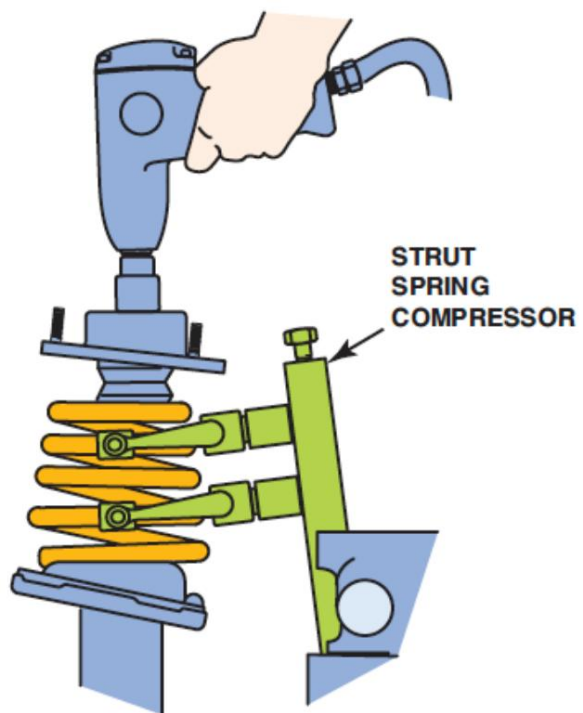

Figura 22. Después de comprimir el resorte, retire la tuerca central.
4. Coloque el conjunto del puntal en un compresor de resortes. Comprima el resorte helicoidal lo suficiente para aliviar la tensión de la tuerca de la varilla del puntal y luego retírela. Figura 22.